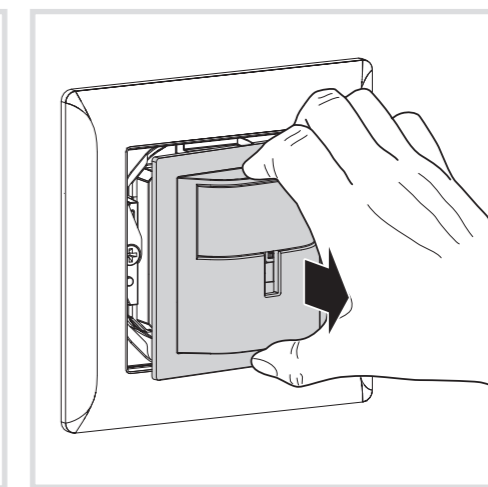

Bild 7: Demontage der Abdeckung
- Front mit Schraubendreher vorsichtig abhebeln (Bild 7).